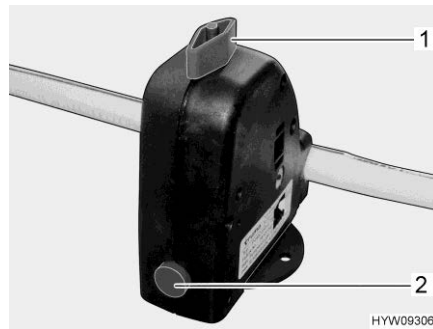

Fig. 154 Valvola di sicurezza/di scarico (boiler)
Il boiler è dotato di una valvola di sicurezza/di scarico (Fig. 154). La valvola di sicurezza/di scarico impedisce che l'acqua congeli nel boiler in presenza di basse temperature esterne, quando il riscaldamento dell'autocaravan non è acceso.
- Chiudere la valvola di sicurezza/di scarico. A tal fine ruotare la manopola (Fig. 154,1) verticalmente rispetto alla valvola di sicurezza/di scarico e premere verso l'interno il bottone automatico (Fig. 154,2).
- Aprire la valvola di sicurezza/di scarico. A tal fine ruotare la manopola (Fig. 154,1) nel senso della lunghezza della valvola di sicurezza/di scarico. Il bottone automatico (Fig. 154,2) scatta all'infuori. Il boiler viene svuotato verso l'esterno tramite la valvola di sicurezza/di scarico.